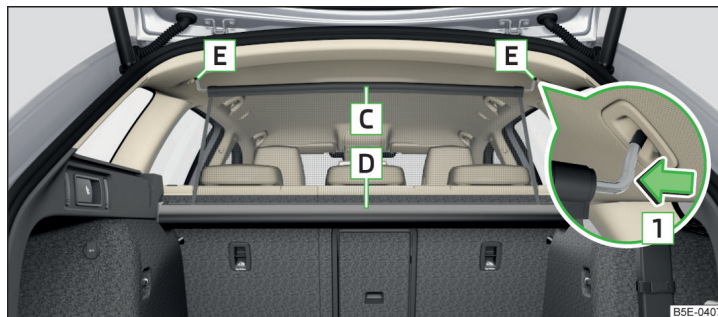

Fig. 116 Red de separación detrás de los asientos traseros en estado extraído
- Asegurarse que la barra transversal de la red de separación está bien asentada en los alojamientos **E** » fig. 116 de la página 118.
- Tire de la red de separación por la barra transversal superior **C** y sáquela de la carcasa **D** » fig. 116.
- Presione sobre la barra transversal y extraígalas de los alojamientos **E** primero de lado y después del otro » fig. 116.